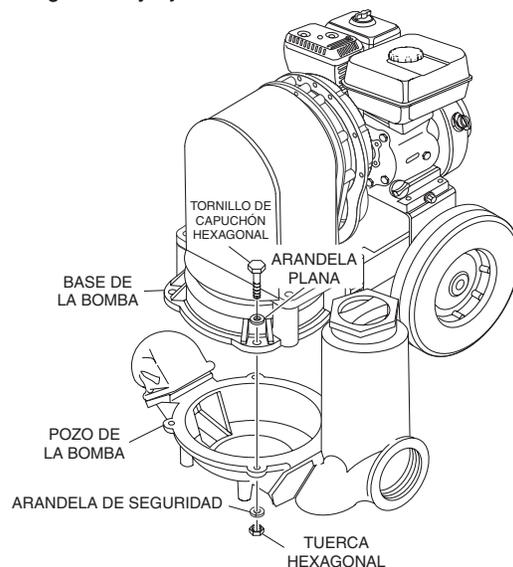

Figura 23. Pozo de la bomba (limpieza)
3. Empuje el pozo de la bomba hacia abajo (Figura 23) para separarlo de la base.